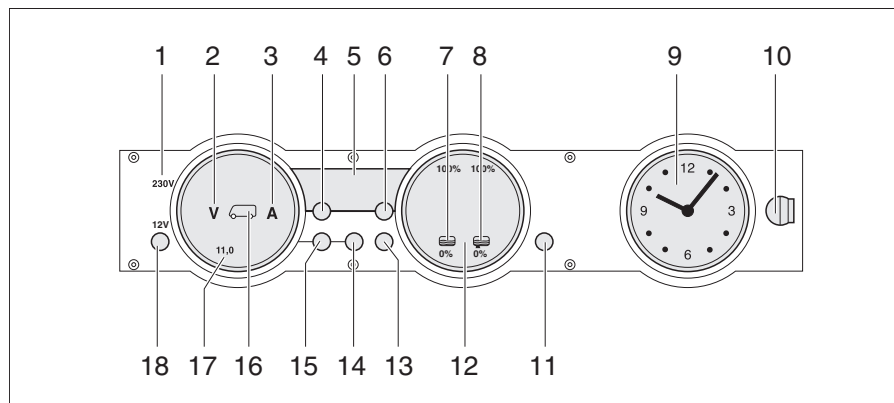

Bild 272 Panel MP 20-T
Die 230-V-Kontroll-Leuchte (Bild 272,1) leuchtet, wenn am Eingang des Elektroblocks Netzspannung vorhanden ist.
Der 12-V-Hauptschalter (Bild 272,18) schaltet das Panel und die 12-V-Versorgung des Wohnraums ein und aus.
- Taste "12 V" (Bild 272,18) kurz drücken. Die 12-V-Versorgung des Wohnraums ist eingeschaltet. Die Kontroll-Anzeige "12 V" leuchtet.
- ▷ Wenn nach dem Einschalten die LED "11,0" der Voltanzeige sowie das Symbol Volt "V" (Bild 272,2) im Anzeigeelement Batterien (Bild 272,17) blinken, dann ist die Spannung der Wohnraumbatterie zu gering. Batterie laden.
- ▷ Wenn nach dem Einschalten die Kontroll-Anzeige "12 V", das Symbol Wohnraumbatterie (Bild 272,16) und das Symbol Volt "V" (Bild 272,2) dreimal blinken, dann ist die Batterietrennung aktiviert. Batterietrennung deaktivieren.
- Taste "12 V" (Bild 272,18) kurz drücken. Die 12-V-Versorgung des Wohnraums ist ausgeschaltet. Die Kontroll-Anzeige "12 V" erlischt.
- Taste Wohnraumbatterie (Bild 272,14) drücken und ca. 10 Sekunden lang gedrückt halten. Die Symbole Volt "V" (Bild 272,2) und Ampere "A" (Bild 272,3) blinken dreimal. Die Wohnraumbatterie ist vom 12-V-Bordnetz getrennt.
- Taste "12 V" (Bild 272,18) drücken und ca. 5 Sekunden lang gedrückt halten. Das Symbol Volt "V" (Bild 272,2) blinkt dreimal. Die Wohnraumbatterie ist mit dem 12-V-Bordnetz verbunden. Die Kontroll-Anzeige leuchtet nach ca. 2 Sekunden.
- Taste Wohnraumbatterie "🔋" (Bild 272,14) drücken. Das Symbol Volt "V" (Bild 272,2) leuchtet. Das Symbol Ampere "A" leuchtet je nach Ladung oder Entladung weiß bzw. rot. Die Batteriespannung und der Strom der Wohnraumbatterie werden über die LEDs im Anzeigeelement angezeigt.
- Taste Starterbatterie "🔋" (Bild 272,15) drücken. Das Symbol Volt "V" (Bild 272,2) leuchtet. Die Batteriespannung der Starterbatterie wird über die LEDs im Anzeigeelement angezeigt.
- Taste Tanks " (Bild 272,13) drücken. Die Symbole Wassertank " (Bild 272,7) und Abwassertank " (Bild 272,8) leuchten. Die Füllstände des Wassertanks (linke Skala) und des Abwassertanks (rechte Skala) werden über die LEDs im Anzeigeeinstrument angezeigt.
Das Symbol Volt "V" (Bild 272,2) und die LED "11,0" blinken, sobald die Spannung der Batterie 11 V (Messung bei laufendem Betrieb) unterschreitet und damit Tiefentladung droht.
Das Symbol Wassertank "☞" (Bild 272,7) oder das Symbol Abwassertank "☞" (Bild 272,8) blinkt, wenn der Wassertank leer oder der Abwassertank voll ist.